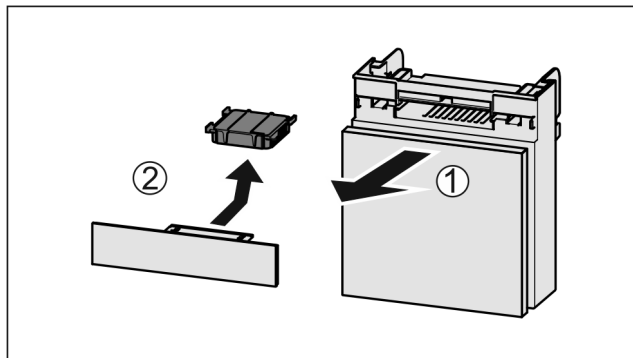

Fig. 45
- Вытянуть Fig. 45 (1) отделение движением вперед.
- Извлечение Fig. 45 (2) фильтра с активированным углем.